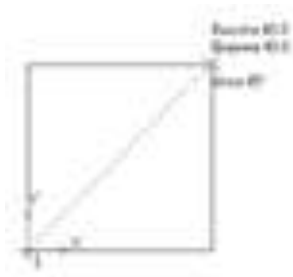

Рис. 9.4
-  – постройте прямоугольник высотой **40 мм** и шириной **40 мм** (рис. 9.4);